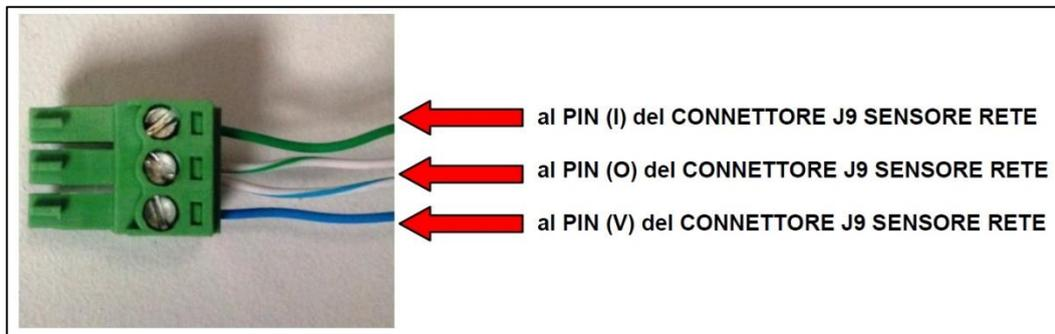

Figura 5 – Cablaggio connettori sensori Power Meter e sensore utenze (Kit Monitoraggio)
Utilizzare due coppie di fili incrociati avendo cura di collegare il PIN (0) centrale ad entrambe le coppie come mostrato in Figura 5. Nel caso di cavo schermato tipo STP collegare la treccia al PIN (0) centrale. Ricordandosi di infilare il PG9 e di annotare il colore dei conduttori.